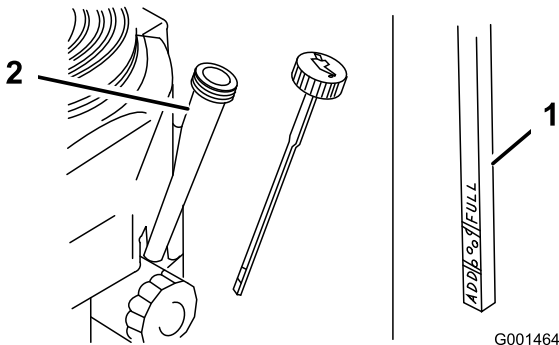

図 17
3. ディップスティック 図 17 の周囲をきれいに拭く。
4. ディップスティックを抜き取ってオイルを拭き取る 図 17。
5. 補給口にディップスティックを奥まで差し込む。ねじ部を締め込まないこと 図 17。
6. ディップスティックを引き抜いて油量を点検する。オイル量が FULL マークとADDマークの間であればよい 図 17。